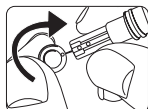

Figura 25
PASO 3: Gire la tapa protectora de la lanceta para retirarla y luego guárdela para usarla más adelante. Consulte la figura 25.